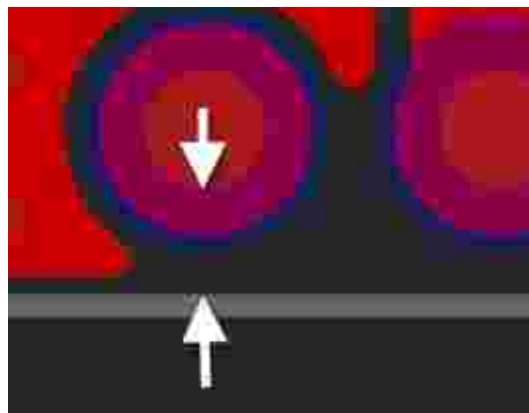

Рис. 419 Зазор между любым отверстием и границей платы
- Любым отверстием и границей платы, см. Рис. 419, обозначается как «Отв. к краю». Зазор определяет размер области вдоль границы платы, в которой запрещается располагать любой элемент какого-либо отверстия.